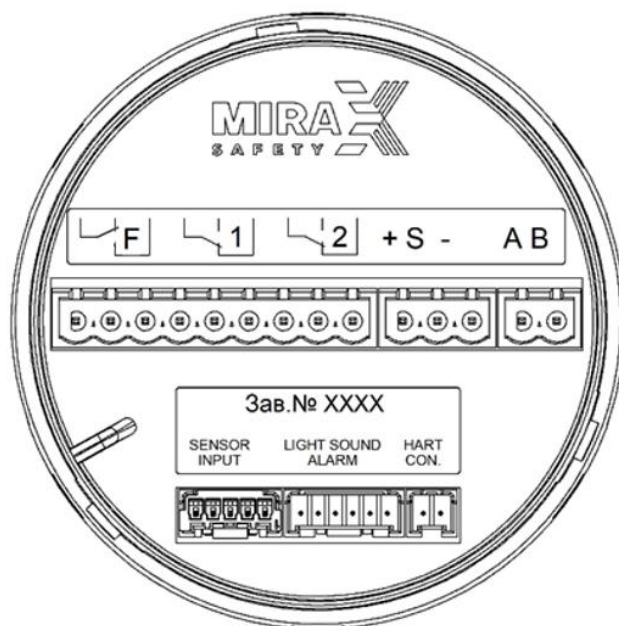

Рисунок 39 – Электронный модуль
- 6) кабель подключить к разъёму, маркированному на электронном модуле как HART CON. (см. рисунок 39);
- 7) кабель подключить к разъёму, маркированному на электронном модуле как LIGHT SOUND ALARM (см. рисунок 39);